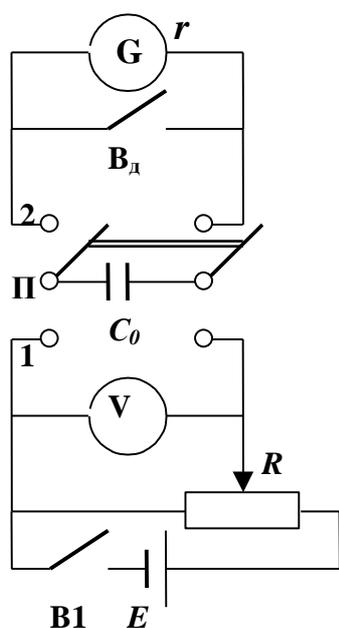

Рис.2
Баллистическую постоянную можно определить экспериментально, используя для этого конденсатор с известной емкостью  $C_0$  (эталонный), включив его в электрическую цепь, схема которой приведена на рис.2.
2.Соберите электрическую цепь по схеме (рис.2) и предложите преподавателю или лаборанту проверить ее.